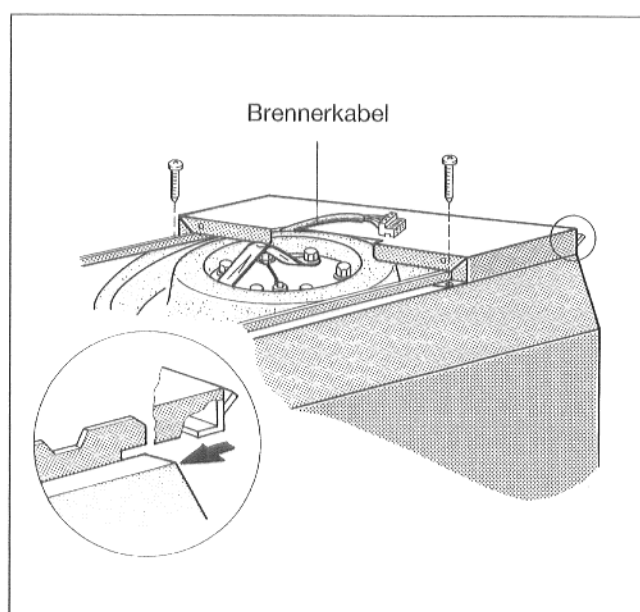

Abb. 12
- Kesselhaube mit 2 Blechschrauben festschrauben (Abb. 12).
- Brennerkabel durch den Ausbruch der Kesselhaube führen (Abb. 12).